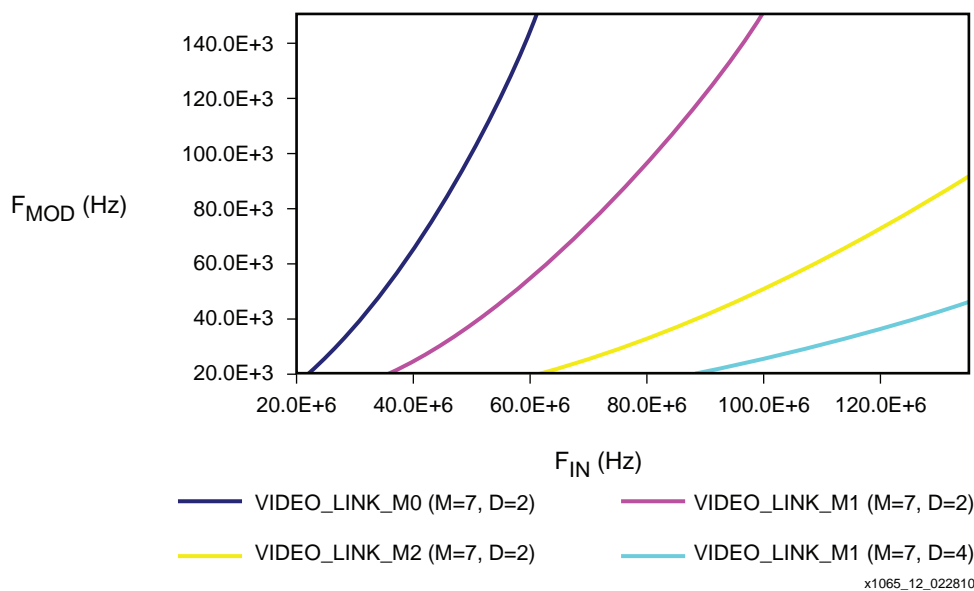

図 12：変調周波数対 F_{IN}
入力周波数が増加し続けて 105MHz に到達すると、DCM_CLKGEN は M = 7、D = 2 をサポートできなくなります。「例：105MHz 以上のビデオ クロック周波数に対応する LVDS」で説明されているように、CLKFX_MULTIPLY(7) および CLKFX_DIVIDE(4) がサポートできるようにリファレンス デザインを調整します。CLKFX_DIVIDE が増加すると、変調周波数が低下します。このため、VIDEO_LINK_M1 を使用して調整します。図 12 の M1_74F_{MOD} がその結果です。